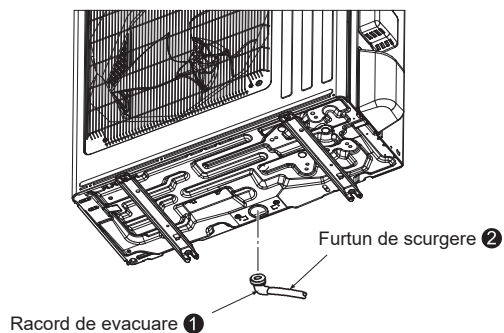

Fig. 4-1
4. Conducta de evacuare pentru unitatea exterioară (Fig. 4-1)